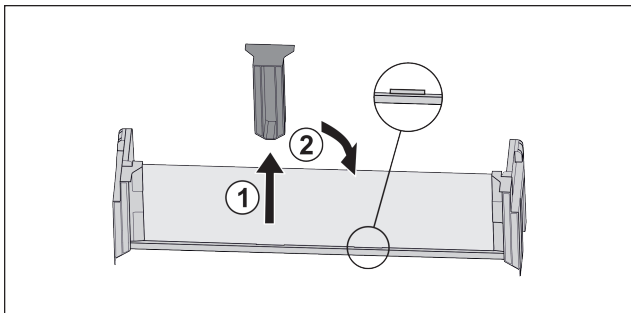

Fig. 98
- ▶ Изтеглете средната задържаща част Fig. 98 (1).
- ▶ Вкарайте средната задържаща част на втората позиция Fig. 98 (2).